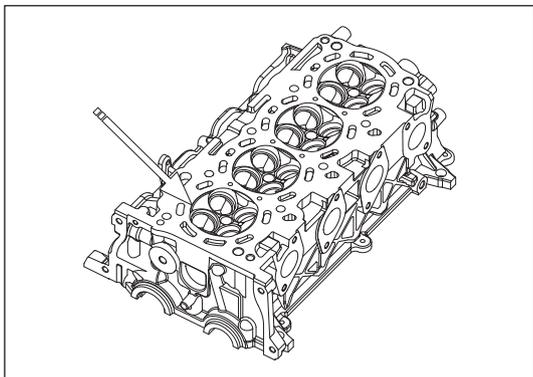

Рис. 12-3-21. Шлифовка клапана и седла клапана
- г) С помощью шлифовальных инструментов вручную отшлифовать клапан и седло, как изображено на рис. 12-3-21.